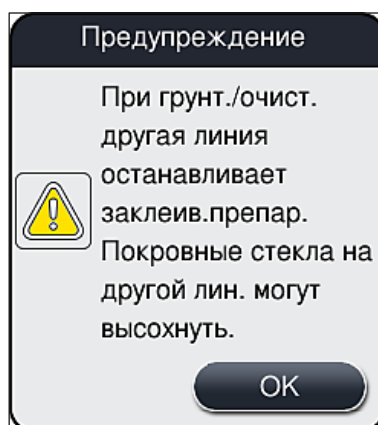
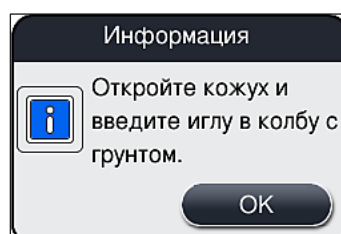
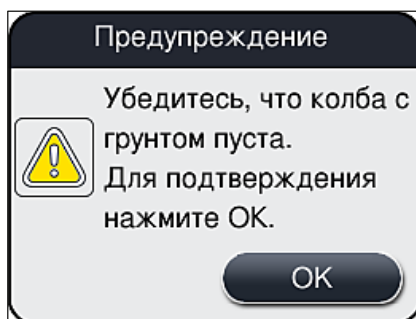

Рис. 96
Рис. 97
Рис. 101
2. После этого нажмите кнопку **Промыв./очист.** для левой (→ Рис. 95-2) или правой (→ Рис. 95-3) линии заключения под покрывное стекло и подтвердите подтверждающее сообщение нажатием на **ОК** (→ Рис. 96).
3. Ознакомьтесь со следующим информационным сообщением (→ Рис. 97).
5. Вставьте узел иглы (→ Рис. 98-1) в емкость для слива (→ Рис. 98-3) и подтвердите информационное сообщение (→ Рис. 97) нажатием на **OK**.
4. Ознакомьтесь со следующими информационными сообщениями (→ Рис. 96), (→ Рис. 97) и (→ Рис. 101) и подтвердите каждое нажатием на **OK**.